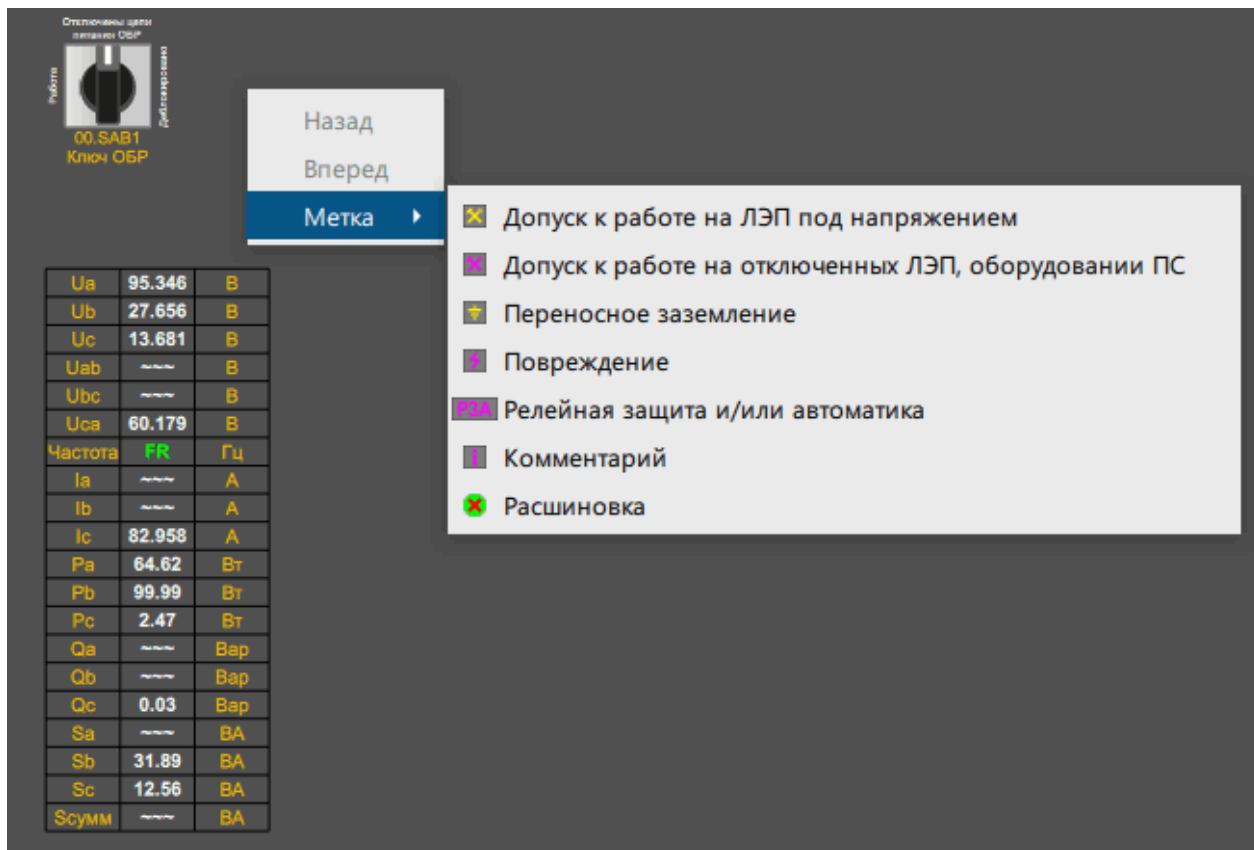

Рисунок 39 - Диспетчерские метки
2. Выберите команду **Метка**. Отобразится список диспетчерских меток (Рисунок 39).